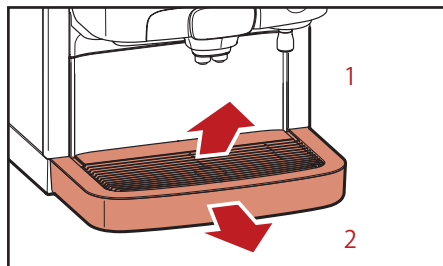

図5.1 - カップトレイとドリフトレイを取り外す
1. カップトレイを外します (図 5.1 の 1)。
2. ドリフトレイを外します (図 5.1 の 2)。